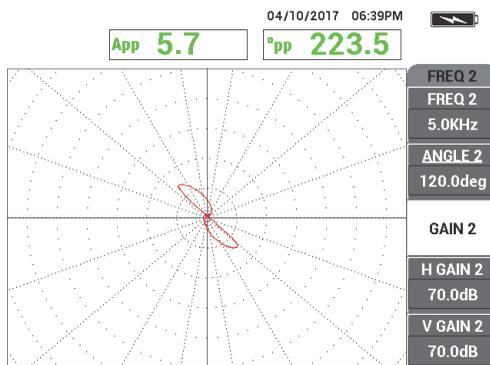

Рис. 5-168 Сигнал частоты 2 от сквозного отверстия диаметром 1,3 мм
6. Медленно просканируйте сквозное отверстие 1,3 мм, используя при необходимости педаль ERASE для очистки экрана. При отображении сигнала от отверстия на экране NORTEC 600 нажмите клавишу FREEZE (❄) [см. Рис. 5-168 на стр. 261].